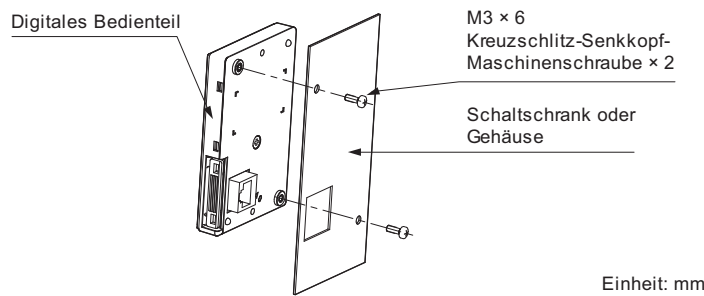

Abbildung 2.11 Externe/Frontmontage
2. Das digitale Bedienteil ist mit dem Display nach außen anzuordnen und am Schrank zu befestigen, wie in **Abbildung 2.11** gezeigt.